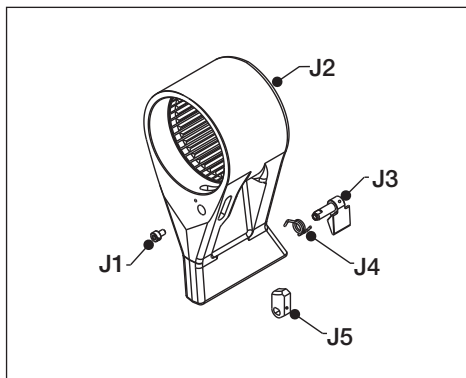

Рис. 26
- Опорная рукоятка (рис. 26, поз. J2)
5.3.9 Защелка опорной рукоятки - снятие и установка (рис. 26)